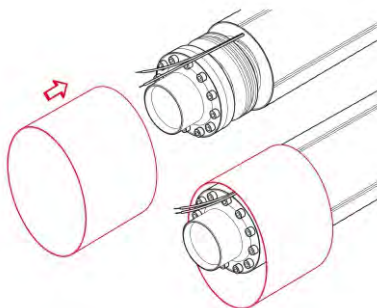

Рис. 3.9.2
2. Удалить защитную оболочку с термоусаживаемого рукава. Надвинуть рукав на защищаемую область (рис. 3.9.2). Рукав должен полностью закрывать боковую поверхность фитинга.